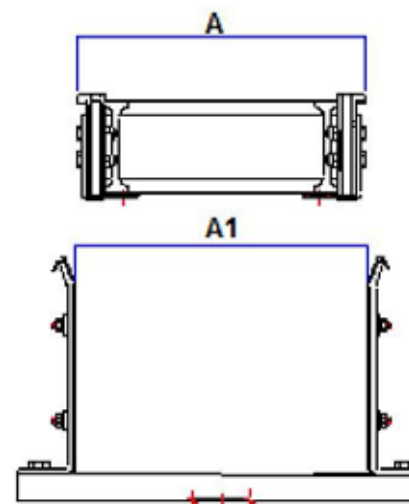

Рис.27
- размеры соответствуют указанным размерам (контрольный размер - А ширина цепи, которая будет скользить в направляющем канале) (рис. 27);